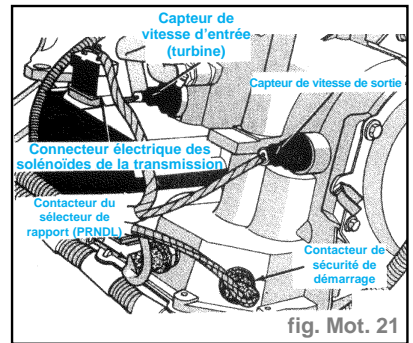

fig. Mot. 21
- vérifier l'état de la connexion de câblage du contacteur de sécurité de démarrage. Vérifier l'état des connexions électriques de la transmission automatique (fig. Mot. 21),